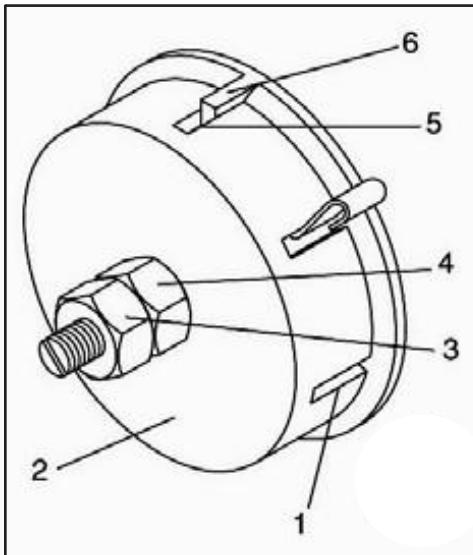

FIG. 10
- C. Vire la tapa del resorte (2) cuidadosamente hacia la izquierda con el destornillador hasta enganchar en la siguiente ranura. FIG. 10.
- D. Baje el husillo hasta la posición más baja, siempre manteniendo la tapa del resorte (2) en posición.
(4) con una llave. Si resulta muy flojo, repita los pasos 2 a 4 para apretarlo. Si resulta muy apretado, invierta los pasos 3 y 4. NO LO APRIETE DEMASIADO a causa de esto se limitará el movimiento del husillo.
F. Vuelva a colocar la tuerca de bloqueo de afuera(3) y apriétela contra la tuerca interior (4) para evitar que la tuerca interior se invierta.